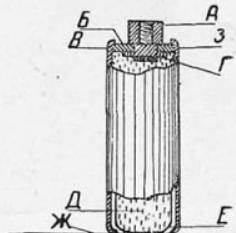

Рис. 2.
2) ослабление или полное отставание пластинки Ж (рис. 2) у тех конденсаторов, у которых пластиника Ж припайана оловом;
вложив головку на место, легким ударом молоточка загнуть бортики, а по окружности в местах з (рис. 2) сделать несколько глубоких точек, которые вдавили бы латунь конденсатора в тело шайбы головки. При установке конденсатора на место надо обращать внимание на то, чтобы винт, который крепит конденсатор к планке нижнего диска распределителя, входил в головку конденсатора свободно. Иначе при крепком затягивании винта головка неминуемо повернется, что повлечет за собой обрыв проволочки.
Это же можно проделать на нижней части конденсатора. Вместо металлической припаянной шайбочки Г (рис. 2) можно взять кусок фольги, скатать ее шариком, а потом ударом молотка превратить шарик в «лепешку». Далее, взять головку конденсатора и срезать у нее изоляционную шайбу так, чтобы медная головка выступила из шайбы миллиметра на полтора. Эту медную головку надо хорошо потом зачистить, вставить указанную «лепешку» в конденсатор (диаметр «лепешки» не должен быть больше диаметра изоляционной шайбы головки), вставить головку и забортировать кромку. Причем перед забортировкой надо слегка ударить по головке для лучшей посадки ее. Сильно ударять не следует, чтобы не осадить всю фольгу и не замкнуть обе полосы, иначе конденсатор совсем выйдет из строя.